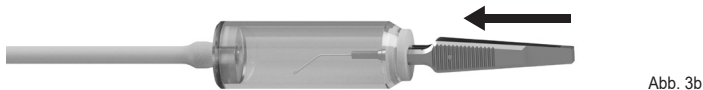

Abb. 3b
- Bewegen Sie das rohrgeführte Instrument in eine waagerechte Position und schieben Sie das Instrument weiter, bis die Griffteile am Reinigungsadapter anliegen (Abb. 3b).
- Beachten Sie, dass die Spitze des Instrumentes die Wandungen des Reinigungsadapters nicht berührt (Abb. 3b).